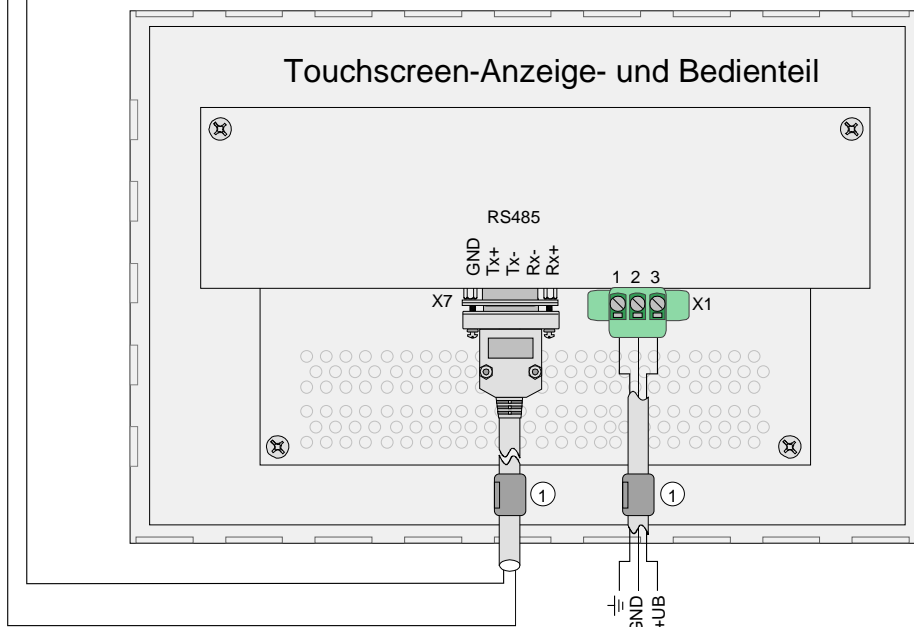

Abb. 12: Touchscreen-Anzeige- und Bedienteil an BMZ-Schnittstelle RS485-1 (Beispiel)
- Beiliegende Klappferrite ① gem. Abb. 12 an beiden Anschlusskabeln installieren.